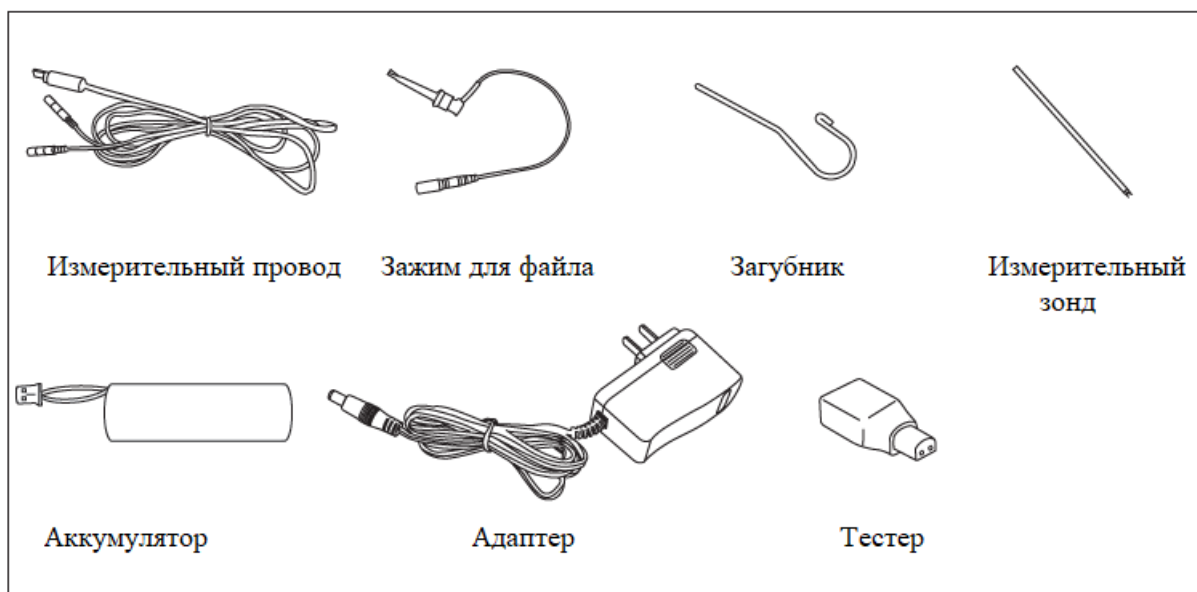

Рисунок 2
1.4.2 Фотографии основных аксессуаров (Рисунок 2)